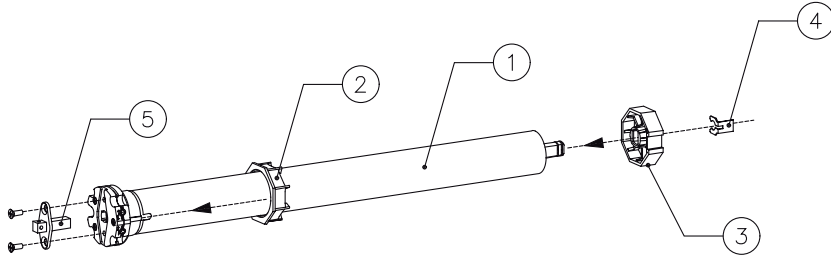
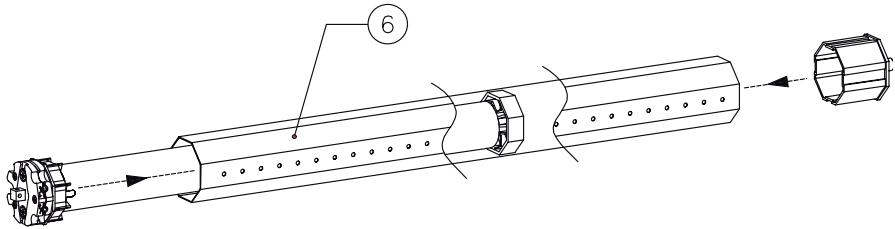
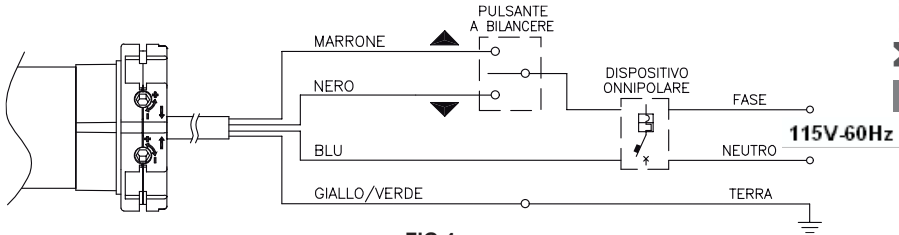

FIG.1
FIG.2
FIG.4
Facendo riferimento allo schema di montaggio, preparare il motoriduttore con la seguente sequenza di operazioni: **A)** Infilare la corona del fincorsa (2) sul motoriduttore (1) fino ad inserirsi nel corrispondente anello di fincorsa facendo combaciare le due scanalature; spingere fino alla battuta come indicato nella fig. 1. Inserire la puleggia di trascinamento (3) sull'albero del motore e bloccarla con relativo fermo (4). Applicare l'adattatore per staffa (5) sulla testa del fincorsa bloccando con le apposite vite date in dotazione. **B)** Introdurre il motoriduttore così assemblato nel tubo di avvolgimento (6) fino ad inserire anche l'estremità della corona (2), (vedi fig. 2). Fissare la puleggia di trascinamento (3) al tubo di avvolgimento (6) mediante una vite in modo tale da evitare possibili slittamenti e movimenti assiali del motore. **C)** Infine bloccare la testa del motoriduttore all'apposita staffa (9) mediante la copiglia (7) data in dotazione (fig.3). **D)** Prima di agganciare il telo al rullo eseguire il collegamento elettrico come mostrato in fig. 4. **E)** Premere il pulsante di salita o discesa per verificare la rotazione del rullo nel senso di avvolgimento e/o svolgimento del telo (in caso contrario invertire i cavi nero e marrone. A questo punto, premere il pulsante di discesa fino al completo arresto della rotazione del rullo. Agganciare il telo al rullo, e premere il pulsante di salita fino a quando il telo si ferma. Procedere ora con la regolazione dei fincorsa, attraverso l'apposito regolatore (8).
En référence au schéma de montage, préparer le motoréducteur en suivant ces instructions: **A)** Enfiler la couronne du fin-de-course (2) sur le motoréducteur (1) jusqu'à son insertion dans l'anneau de fin-de-course en faisant coïncider les deux rainures ; pousser jusqu'à la feuillure, comme indiqué à la fig. 1. Insérer la poulie d'entraînement (3) sur l'arbre du moteur et la bloquer avec un arrêt (4). Appliquer l'adaptateur pour support (5) sur la tête du fin-de-course en bloquant avec les vis fournies. **B)** Introduire le motoréducteur assemblé dans le tuyau d'enroulement (6) jusqu'à l'insertion de l'extrémité de la couronne (2), (cf. fig. 2). Fixer la poulie d'entraînement (3) au tuyau d'enroulement (6) à l'aide d'une vis afin d'éviter les éventuels glissements et les mouvements axiaux du moteur. **C)** Enfin, bloquer la tête du motoréducteur à la bride (9) à l'aide de la goupille (7) fournie (fig.3). **D)** Avant d'accrocher la toile au rouleau effectuer le
branchement électrique comme indiqué à la fig. 4. **E)** Appuyer sur le bouton de remontée ou de descente afin de vérifier la rotation du rouleau dans le sens d'enroulement e/ou de déroulement de la toile (dans le cas contraire, inverser les câbles noir et marron). A ce niveau, appuyer sur le bouton de descente jusqu'à l'arrêt complet de la rotation du rouleau. Accrocher la toile au rouleau et appuyer sur le bouton de remontée jusqu'à l'arrêt de la toile. Procéder à présent au réglage des fin-de-course, à l'aide du régulateur (8).
Using the assembly diagram as your reference, prepare the gearmotor in the following operating sequence: **A)** Insert the rim of the limit switch (2) into the gearmotor (1) until it enters the corresponding run control ring and the two grooves engage. Push it up to the mechanical stop as indicated in figure 1. Place the driving pulley (3) onto the transmission shaft and block it with the corresponding retainers. (4). Fix the adaptor for the retaining bracket (5) onto the head of the limit switch with the screws provided. **B)** Introduce the gearmotor thus assembled into the winding spindle (6) until it inserts into the extremity of the rim (2), (see figure 2). Fix the driving pulley (3) to the winding spindle (6) by a screw to prevent the motor from sliding or moving axially. **C)** Finally block the head of the gearmotor onto the corresponding retaining bracket (9) using the splint pin (7) provided (figure 3). **D)** Before hooking awning to the winding spindle make the electric connections as illustrated in figure 4. **E)** Press the lifting and closing button to check that the winding spindle moves in the correct direction for winding and/or unwinding the awning (if the direction is incorrect invert the black and brown wires). At this point, press the closing button until the winding spindle stops. Attach the awning to the winding spindle and press the lifting button until the awning stops. Now regulate the limit switch, using the apposite adjustment (8).
Haciendo referencia al esquema de montaje, preparar el motorreductor en la siguiente secuencia de operaciones: **A)** Introducir la corona de final de recorrido (2) en el motorreductor (1) hasta colocarlo en el correspondiente anillo de final de recorrido haciendo coincidir las dos ranuras; empujar hasta el tope como se indica en la fig. 1. Introducir la polea de arrastre (3) en el arbol del motor y bloquearla con su correspondiente cierre (4). Aplicar el adaptador para abrazadera (5) en la extremidad del final de
recorrido bloqueándolo con los tornillos que se incluyen. **B)** Introducir el motorreductor montado de esta forma en el tubo de recogida (6) hasta introducir también las extremidades de la corona (2), (ver fig. 2.) Fijar la polea de arrastre (3) al tubo de recogida (6) con un tornillo, de forma que se eviten posibles deslices y movimientos axiales del motor. **C)** Al final bloquear la extremidad del motorreductor en la abrazadera (9) mediante la chaveta (7) que se entrega (fig. 3). **D)** Antes de enganchar la tela al rodillo realizar la conexión eléctrica como se muestra en la fig. 4. **E)** Presionar el pulsador de subida y bajada para comprobar la rotación del rodillo en la recogida y/o como se desenrolla la tela (en caso contrario invertir los cables negro y marrón) A este punto, presionar el pulsador de bajada hasta la completa parada de la rotación del rodillo. Enganchar la tela al rodillo y presionar el pulsador de subida hasta que se pare la tela. Proceder entonces con la regulación del final de recorrido a través del regulador (8).
Unter Hinweis auf das Montageschema sind die Rohrmotor mit der nachstehenden Aufeinanderfolge von Operationen vorzubereiten: **A)** Den Endanschlagkranz (2) auf den Rohrmotor (1) stecken, bis er in den entsprechenden Endanschlagring eingefügt ist, wobei die zwei Rillen auf einander passen müssen; bis zum Anschlag drücken, wie in Abb. 1 gezeigt. Die Mitnehmscheibe (3) auf der Motorwelle einfügen und mit der entsprechenden Befestigung blockieren (4). Den Adapter für den Bügel (5) auf dem Kopf des Endanschlags applizieren und mit den eigens beigefügten Schrauben blockieren. **B)** Den auf diese Weise montierten Motor in das Aufwicklungsrohr (6) einfügen, bis auch die Extremitäten des Kranzes (2) eingefügt sind. (Siehe Abb. 2). Die Mitnehmscheibe (3) auf dem Aufwicklungsrohr (6) mittels einer Schraube derart befestigen, dass eventuelle Rutschbewegungen oder axiale Bewegungen des Motors vermieden werden. **C)** Schließlich den Kopf des Motors auf dem eigens vorgesehenen Bügel (9) mittels des beigefügten Splints (7) blockieren (Abb. 3). **D)** Vor der Befestigung der Markise an der Rolle ist die elektrische Verbindung
wie auf Abb. 4 gezeigt herzustellen. **E)** Die Taste für das Heben und Senken drücken, um die Rotation der Rolle im Aufwicklungs- und/oder Abwicklungssinn der Markise zu prüfen (im gegenteiligen Fall ist das schwarze und das braune Kabel umzukehren). An diesem Punkt die Taste für das Senken bis zum völligen Stillstand der Rotation der Rolle drücken. Die Markise an die Rolle anhaken und die Hebetaste solange drücken, bis die Markise anhält. Den Endanschlag mit Hilfe des geeigneten Reglers einstellen (8).
Consultando o esquema de montagem, preparar o motorreductor com a seguinte sequência de operações: **A)** Enfiar a coroa do fim-de-percurso (2) no motorreductor (1) até que se introduza no anel de fim-de-percurso correspondente fazendo juntar as duas ranhuras, empurrar até que se assente como está indicado na fig. 1. Introduzir a roldana de arrastamento (3) no eixo do motor e bloqueá-la com o stop relativo (4). Aplicar o adaptador para suporte (5) no cabeçote do fim-de-percurso bloqueando com os parafusos apropriados fornecidos. **B)** Introduzir o motorreductor montado desta maneira no tubo de enrolamento (6) até que a extremidade da coroa se fique introduzida também (2), (veja fig. 2). Fixar a roldana de arrastamento (3) no tubo de enrolamento (6) mediante um parafuso de tal maneira que evite possíveis escorregadelas e movimentos axiais do motor. **C)** Por fim bloquear o cabeçote do motorreductor no suporte apropriado (9) mediante o pemo (7) fornecido (fig. 3). **D)** Antes de enganchar o toldo ao rolo realizar a conexão eléctrica como está mostrado na fig. 4. **E)** Pressionar o botão de subida ou de descida para verificar a rotação do rolo no sentido de enrolamento e/ou desenrolamento do toldo (caso contrário inverti os cabos preto e marrom). A esta altura, pressionar o botão de descida até que a rotação do rolo pare completamente. Enganchar o toldo ao rolo, e pressionar o botão de subida até que o toldo pare. A partir de então continuar fazendo a regulação do fim-de-percurso, por meio do regulador apropriado (8).